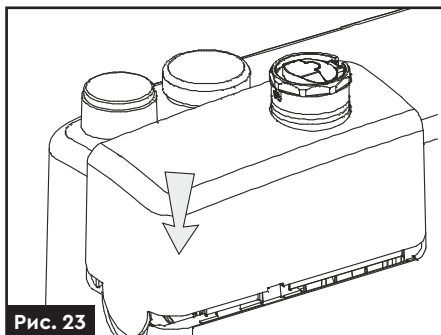

Рис. 23
5. Закрийте верхню кришку над напірними патрубками та адаптером (рис. 23).